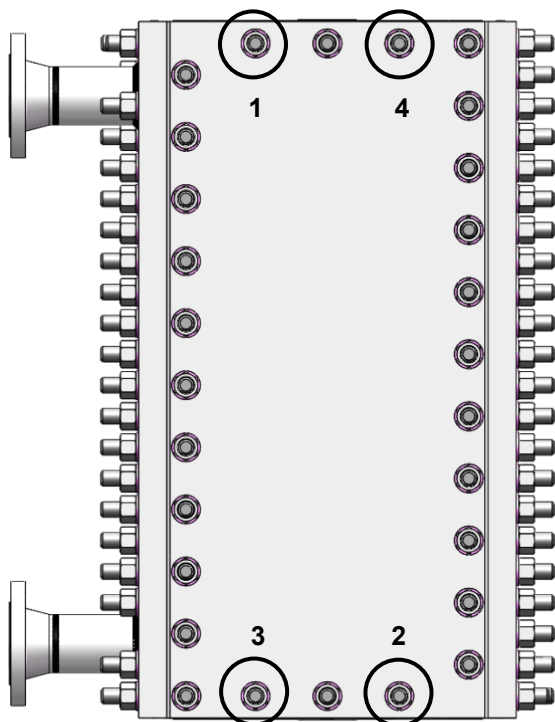

Figura 15
- Pre-strângeți piulițele 1, 2, 3 și 4 (în această ordine) (figura 15).
- Strângeți piulițele 1, 2, 3 și 4 (în această ordine) (figura 15).